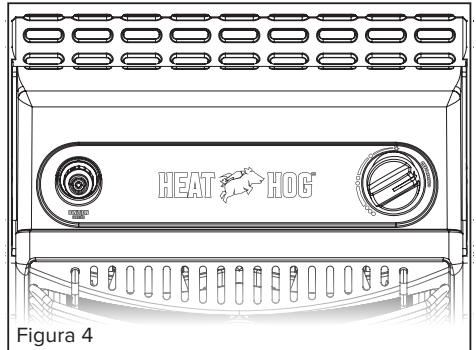

Figura 4
- Gire la perilla de control hacia la izquierda a la posición "PILOT" (Piloto), presione la perilla y manténgala presionada; vea la Figura 4.
- Antes de conectar el propano, asegúrese de que la perilla de control en el calentador esté en la posición “OFF” (apagado); vea la Figura 4.
Limpie las placas de cerámica con aire comprimido (a menos de 30 PSI) para evitar daños en las placas. Una punta amarilla en la llama del piloto indica que la zona del quemador puede necesitar limpieza. Revise y limpie el piloto (montado sobre el soporte) con una aspiradora o aplique aire a presión a través de los orificios en el piloto. Figura 4.